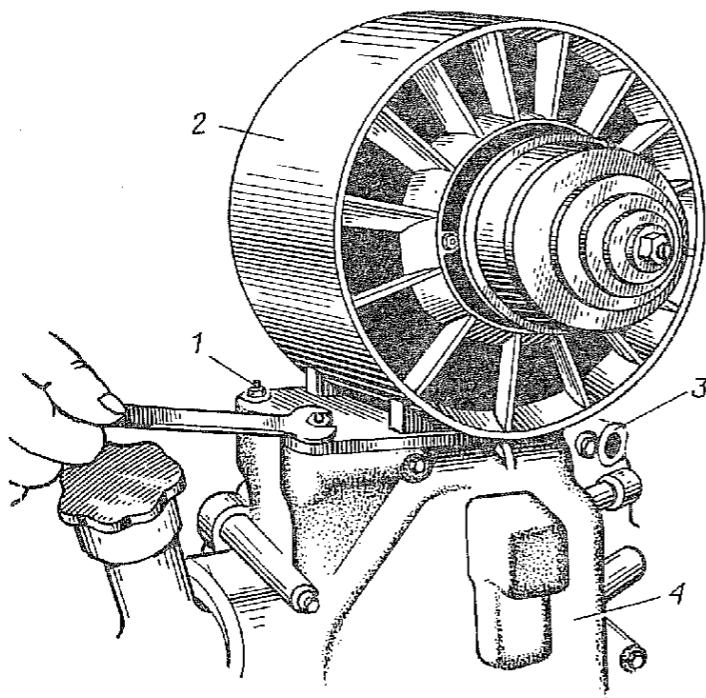

Рис. 6. Снятие направляющего аппарата вентилятора:
1.15. Отвернуть гайки 1 (рис. 6) крепления направляющего аппарата вентилятора к крышке 4 распределительных шестерен. Установить отвертку между крышкой и направляющим аппаратом вентилятора, поднять его и установить на картер коленчатого вала в промежуток между цилиндрами (ключ 12, отвертка  $250 \times 1,4$ ).
2.3. Установить на установочные штифты картера коленчатого вала прокладку, крышку 4 (рис. 6) распределительных шестерен и закрепить болтами 3 со стопорными шайбами (головка 10, вороток).